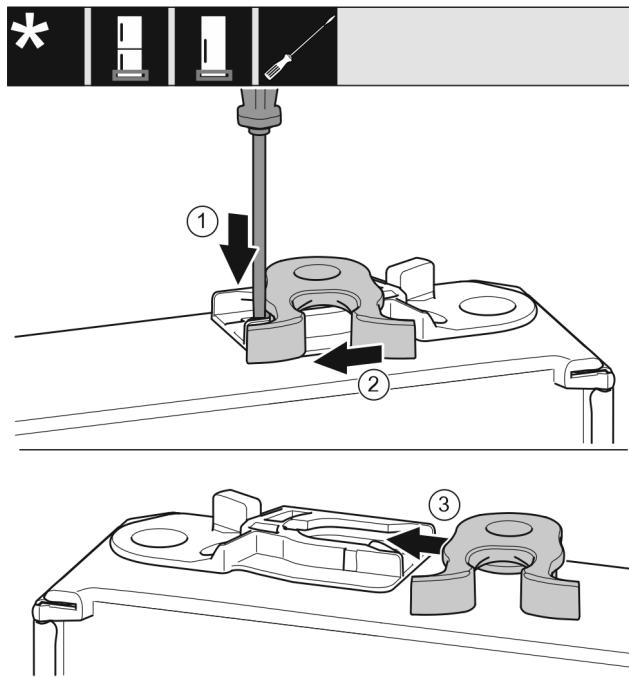

Fig. 51 *
- Spingere verso il basso la linguetta Fig. 51 (1) con il cacciavite a intaglio.*
- Estrarre il gancio di chiusura Fig. 51 (2) dalla guida.*
- Spostare il gancio di chiusura Fig. 51 (3) sull'altro lato nella guida.*